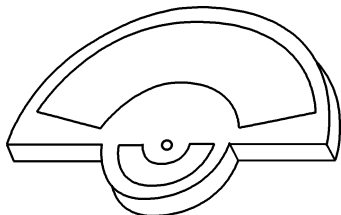
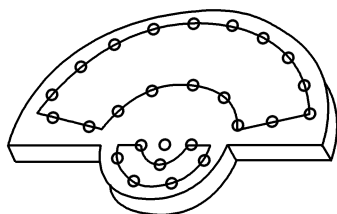

图 8-47 原模型
图 8-48 完成的模型
【例 8-7】 根据给定的特征（见图 8-47），将小圆孔沿给定的基准曲线排列，间距为 50mm，如图 8-48 所示。
- (1) 打开文件“liti8-7.prt”，如图 8-47 所示。